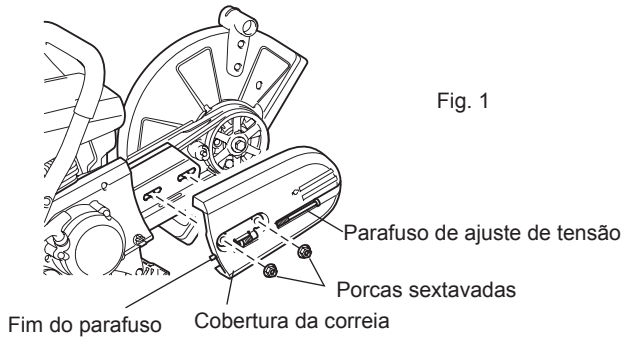

Fig. 1
- (1) Afrouxe a porca de aperto e gire o parafuso de ajuste de tensão para a esquerda até que o fim do parafuso seja visível. (Fig. 1)
- (2) Remova as porcas de aperto e remova a cobertura da correia. (Fig. 1)